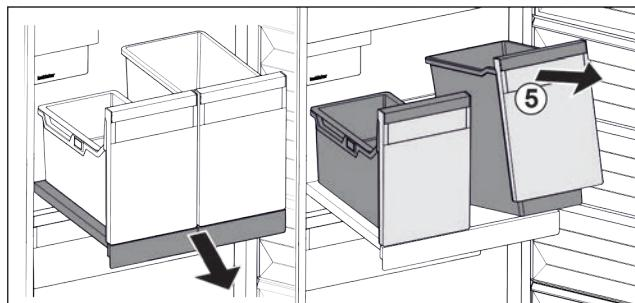

Fig. 23
- Приподнимите контейнеры Fig. 23 (5) спереди.